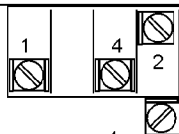

Рис. 1
- Стандартное исполнение: см. рис. 1